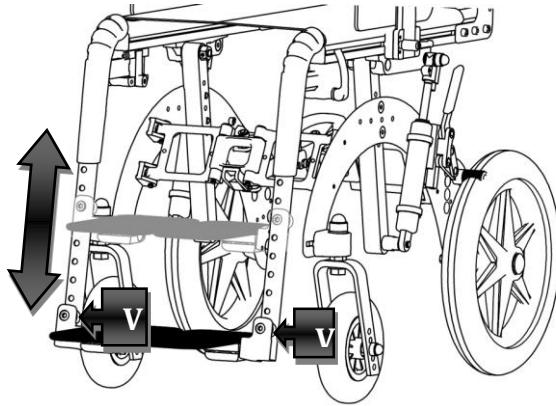

Figura 16
Per effettuare una regolazione in altezza delle palette è necessario agire sulle viti (V) indicate in Figura 16 e fissarle all'altezza desiderata.